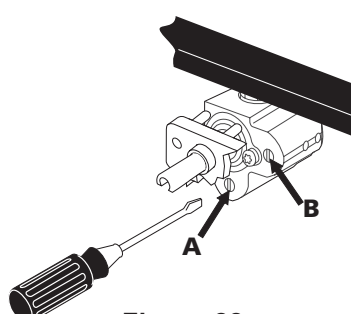

Figure 22
- e. La dimension de la flamme de la portion arrière du brûleur pont peut être augmenter ou diminuer en tournant la vis A. Utilisez la vis B pour régler la dimension de la flamme de la portion centrale du brûleur pont. (Figure 22). Tournez la vis dans le sens anti-horaire pour augmenter la dimension de la flamme et dans le sens horaire pour la diminuer. Ajustez la dimension flamme jusqu'à ce que vous puissiez tourner rapidement le bouton de LITE à la plus basse position (LOW) sans éteindre la flamme. Celle-ci devrait être aussi minuscule que possible sans s'éteindre.